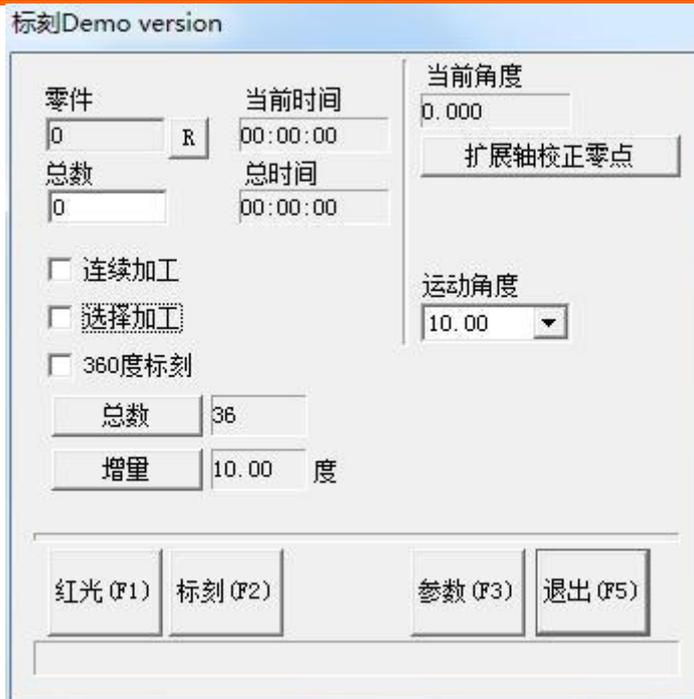

图 8-6 旋转角度标刻 2
在“旋转角度标刻 2”中增加了“360 度标刻”选项，其它参数调节与“旋转角度标刻”相同。如图 8-6 所示：
2.打开“激光”—“旋转角度标刻 2”，弹出图 8-6 所示对话框。